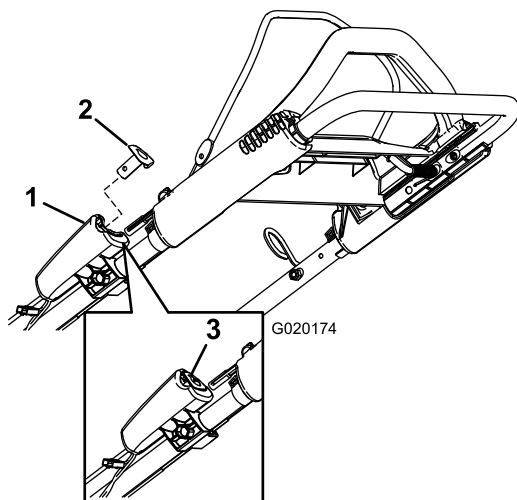
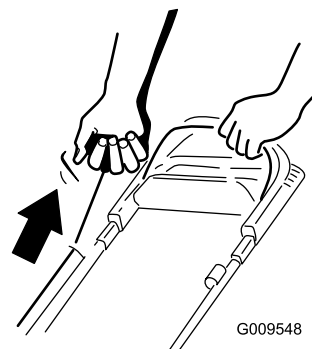

Рисунок 13
Рисунок 14
2. Нажмите кнопку электрического запуска (только на моделях с электрическим запуском, см. Рисунок 13), или потяните за рукоятку механического запуска (Рисунок 14)
Примечание: Если кнопка электрического запуска была снята, вставьте ее в электрический стартер, см. Рисунок 13 (только для модели с электрическим запуском).
Примечание: Слегка потяните за ручку стартера без усилия до тех пор, пока не почувствуете сопротивление, после чего резко дерните ее (Рисунок 14). Дайте тросу медленно вернуться в ручку.